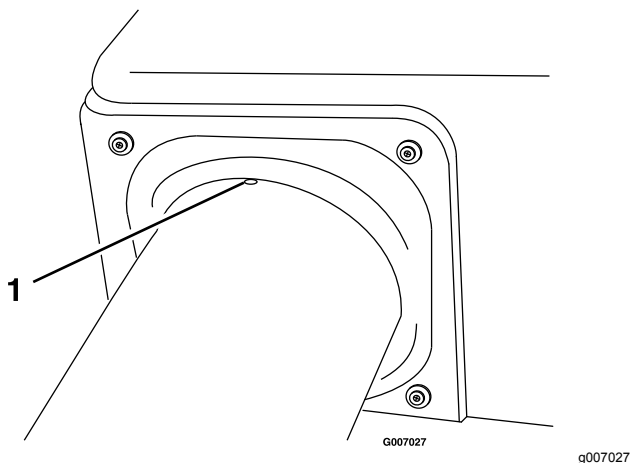

**Figura 48**
5. Montate il tubo superiore sull'apertura del sistema di raccolta ed estraetelo di nuovo in modo che la guarnizione della tramoggia sporga in fuori (Figura 48).